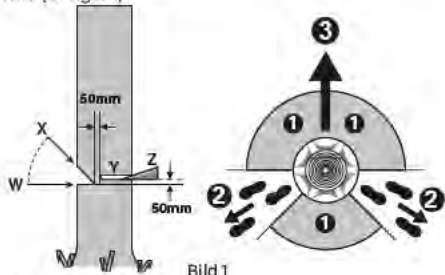

Bild 1
Om två eller flera personer arbetar inom samma område ska avståndet mellan personerna vara minst dubbelt så långt som trädet. Vid fällning av träd bör man se till att andra personer inte utsätts för risker, att distributionsledningar inte skadas och att inga saksador uppstår. Om ett träd råkar beröra en distributionsledning ska energiverket underrättas omedelbart. Vid sågning på sluttning ska kedjesågens användare stå ovanför det träd som fälls, eftersom det fällda trädet troligen kommer att rulla eller slira nedför sluttningen. Flyktvägen bör gå bakåt och diagonalt relativt den bakre delen av den förväntade fallriktningen, så som visas på bild 1.
Gör skäran till 1/3 djup av trädets diameter, vinkelrätt mot fallriktningen, så som visas på bild 1. Såga först det undre vågräta riktsskåret (W). Härvid undviks inklämning av sågkedja eller styrskena vid sågning av övre riktsskär (X).
Gör fällskåret minst 50 mm högre än det horisontella riktsskåret (Y), så som visas på bild 1. Fällskåret bör vara parallellt med riktsskåret. Gör fällskåret endast så djupt att en brytmån blir kvar (bryttist) som fungerar som ett gångjärn. Brytmånen hindrar trädet från att vrida sig och falla i fel riktning. Såga inte av brytmånen. När fällskåret närmar sig brytmånen bör trädet börja falla. Om det visar sig att trädet inte kommer att falla i önskad riktning eller det lutar bakåt och eventuellt klämmer fast sågkedjan, ska sågningen avbrytas och skåret öppnas med hjälp av kilar i trä, plast eller aluminium (Z), så att trädet faller i önskad riktning (3).